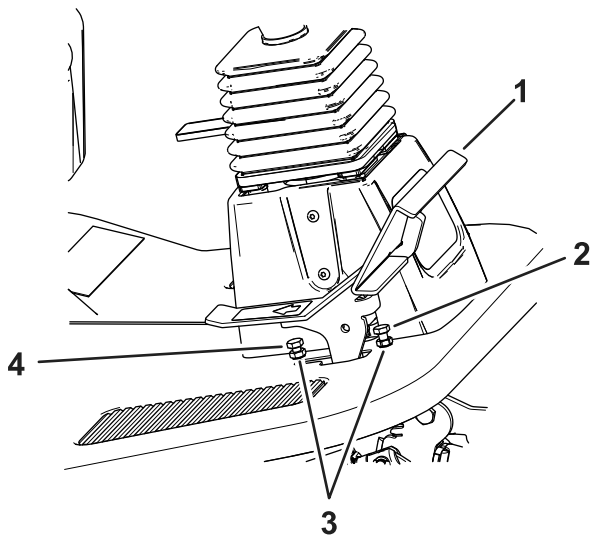

Figura 79
1. Pise el pedal de tracción a fondo (hacia adelante) (Figura 79).
- A. Usando una llave, sujete el tope del pedal de tracción hacia adelante y afloje la contratuerca en la parte posterior del soporte (Figura 79).
- B. Mueva el pedal de tracción a la posición que desee (Figura 79).
tracción entre en contacto con el pedal de tracción (Figura 79).